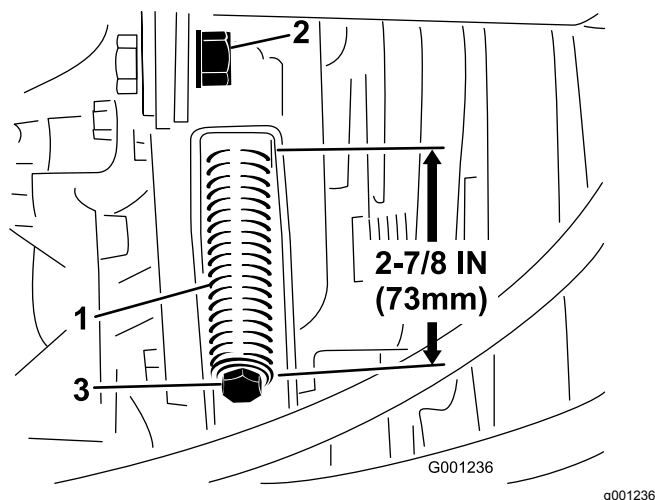

Figura 75
3. Desaperte a porca de segurança da barra de tensão (Figura 75).
4. Utilize uma chave de porcas com uma abertura de 1/2 pol. para apertar ou desapertar a mola tensora (Figura 75). Ajuste a mola de modo a ficar com um comprimento de 273 mm.
- Utilizando uma chave de porcas com uma abertura de $\frac{1}{2}$ pol., desaperte até ao fim a mola tensora da correia (Figura 75).
- Instale a nova correia da tomada de força e ajuste a tensão da mola da polia para 73 mm de comprimento (Figura 75).
- Aperte a porca de bloqueio (Figura 75) e feche o capot.